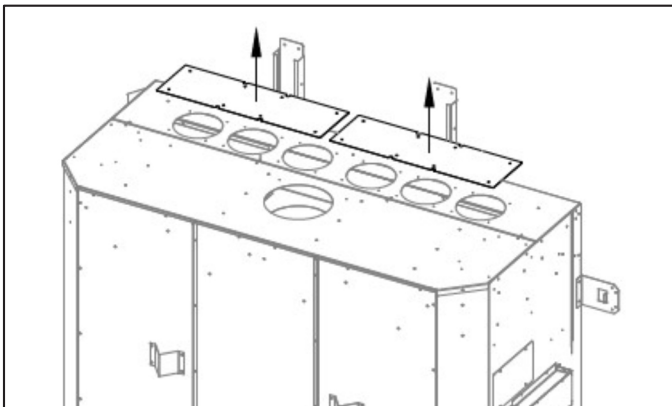

Figure 4.6 - Retrait des couvercles
1. Retirez les (16) vis à métal retenant les (2) couvercles sur le dessus du foyer, tel que montré à Figure 4.6. Jetez (ou recyclez) ces couvercles. Conservez les vis à métal pour l'étape suivante.